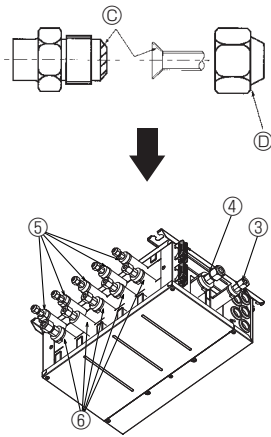

Fig. 7-2
- © Αλείψτε με λάδι ψυκτικού ολόκληρη (Fig. 7-2) τη διαπλατυσμένη επιφάνεια.